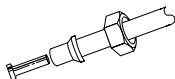

Figure 3
5. Sur une extrémité de la section restante du tubage, glissez l'écrou hexagonal à compression et la bague d'extrémité sur le tubage et insérez le tube d'insertion (voir la Figure 3). Fixez cet assemblage sur une sortie d'alimentation en eau de 3/8 in. (1,0 cm). Ne pas serrer à outrance (voir la Figure 4). Serrer à outrance causera la séparation du tube et du raccord.